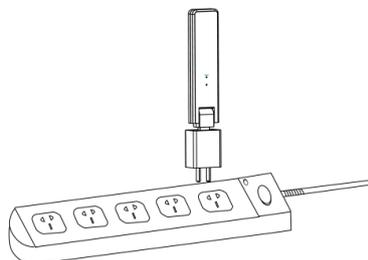

Figura 2
b. Se estiver usando a régua de energia, verifique se ela está posicionada a pelo menos 1 metro acima do solo e tente instalar o DTU 90 graus vertical ao solo o máximo possível (figura 2).